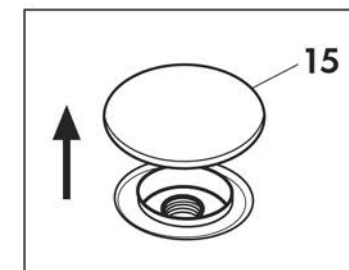

Fig. 4
Introdurre acqua preferibilmente demineralizzata o detersivi non schiumosi nell'apposito serbatoio sollevando il tappo (15) (Fig. 4)